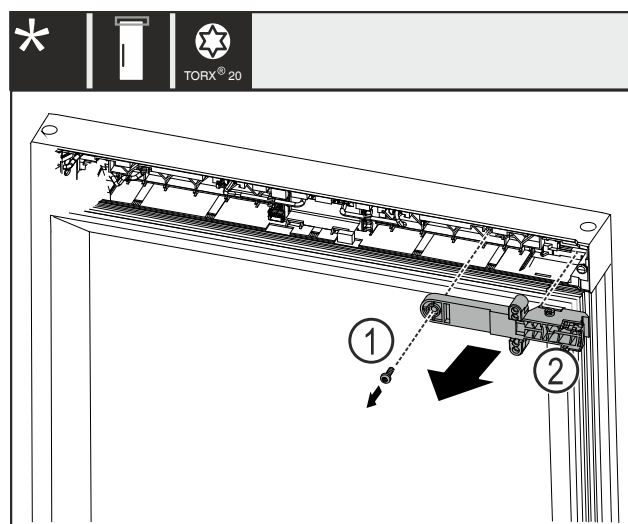

Fig. 25
- Rimuovere la vite Fig. 25 (1).
- Rimuovere il componente di tenuta della serratura Fig. 25 (2).